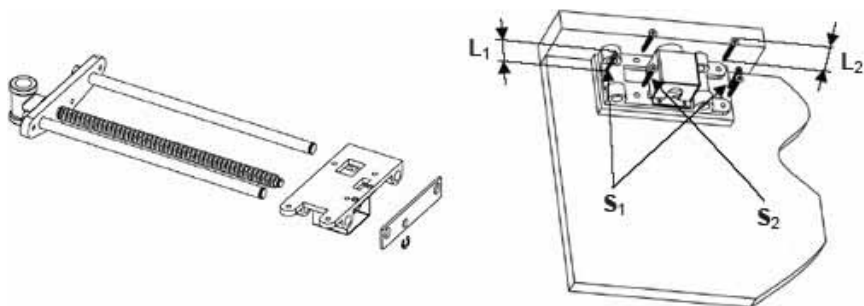

Figure 6
- b) La presse peut maintenant être posée sur l'établi. Auparavant, elle doit être démontée en deux parties : retirez la bague de retenue (9) et la traverse (8), puis tournez la vis de serrage dans le sens antihoraire jusqu'à ce que l'embase (1) glisse des tiges-guides (6). Si vous posez une cale, elle doit maintenant être fixée sur le dessous du plateau de l'établi et elle doit s'appuyer contre la mâchoire arrière supplémentaire ou la ceinture de l'établi. Pour faciliter la pose, serrez la cale légèrement à l'aide de deux vis à bois **S1 Ø 4 à 5 mm (0,16 po - 0,2 po)**, longueur **L1 = E (épaisseur de la cale) + 25 mm (1 po)**. Par la suite, fixez la cale à l'embase (1) de la presse HVQ en serrant les vis dans les trous de l'embase. Serrez légèrement les vis **S2** pour permettre à la mâchoire avant de se placer correctement et au corps (1) de s'appuyer contre la mâchoire arrière ou la ceinture de l'établi, voir la **figure 6**.